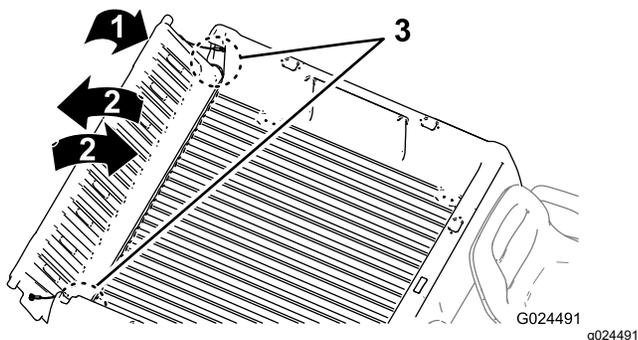

Рисунок 15
2. Установите откидной борт в положение под углом приблизительно 45° (Рисунок 15).
3. Короткими движениями, встряхивая, переместите откидной борт назад и вперед несколько раз (Рисунок 15).